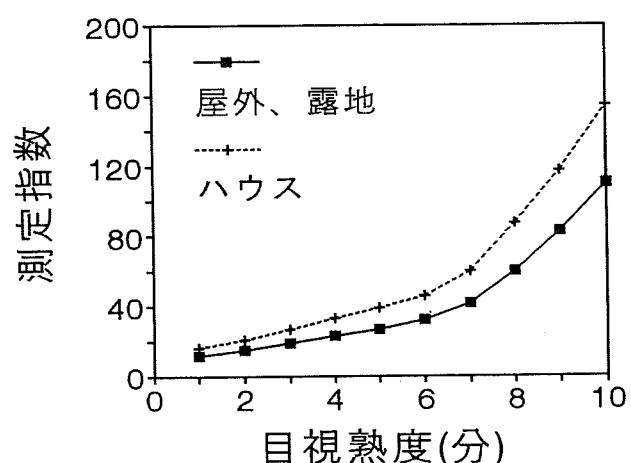

図1 熟度判定指標
沖縄県内で、本装置を用いて①立毛中のハウス栽培パイン、②立毛中の露地パイン(自然夏実)、③屋外(収穫後)の3つの条件で測定を行い、それぞれの測定指標と果実断面の目視熟度(完熟を10分とする)の関係を調査した。その結果、熟度判定指標としては、ハウス栽培モードと屋外・露地モードの2種類(図1)を作成することとした。